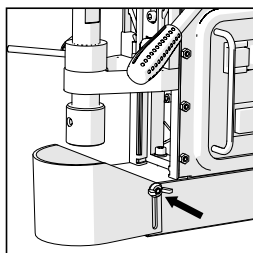

FIG. 2
- Attachez la protection de sécurité et sécurisez en place à l'aide des vis de fixation fournies. (**Fig. 2**)